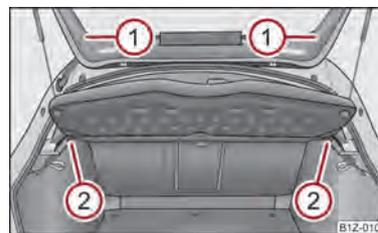

Fig. 59 Desmontagem da cobertura do compartimento de carga
- Desenchaie as fitas de retenção ① ⇒ Fig. 59.
- Tire a cobertura para fora do suporte ② horizontal para trás.
- Ao voltar a montar empurre primeiro a cobertura do compartimento de bagagens para o suporte ② e pendure depois as fitas de fixação ① na tampa do compartimento de bagagens.